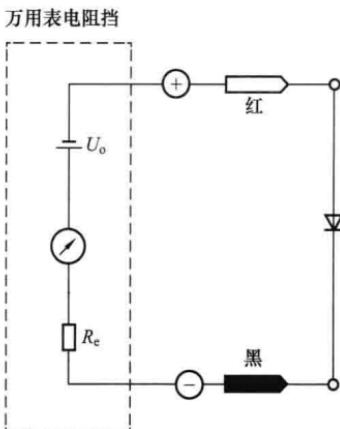

图 2-11 判别二极管的极性
(3) 测得的电阻值较小的那次，与黑表笔（即表内电池正极）相连接的是二极管正极，与红表笔（即表内电池负极）相连接的是二极管负极，这时阻值为二极管的正向电阻；测得的电阻值较大的那次，与黑表笔相接的是二极管负极，与红表笔相接的是二极管正极，这时阻值为二极管的反向电阻，如图 2-11 所示。